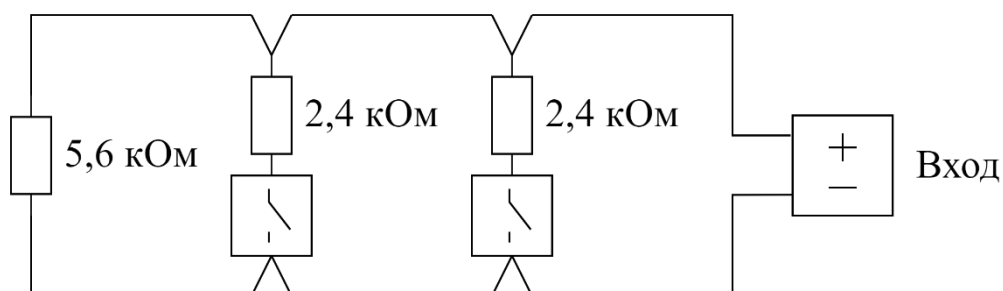

Рис. 10
- Схема подключения датчиков с **нормально разомкнутыми** внутренними сухими контактами представлена на рис. 10 .
- Схемы подключения, представленные на рис. 10, 11, обеспечивают сработку датчиков по схеме "ИЛИ" (т.е. вход переходит в состояние "Нарушен" при сработке хотя бы одного датчика в цепи).